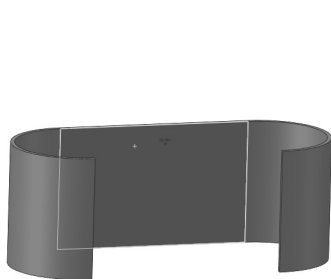

图 10-15 选择草图基准面
2) 单击鼠标左键，选择零件表面作为绘制草图基准面，如图 10-15 所示。